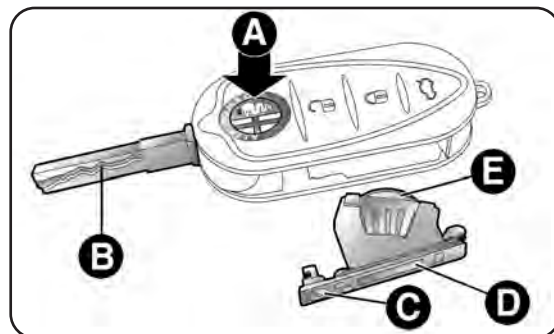

fig. 18
- pulse el botón A-fig. 18 y coloque la pieza metálica B en posición de apertura; gire el tornillo C a  utilizando un destornillador de punta fina;